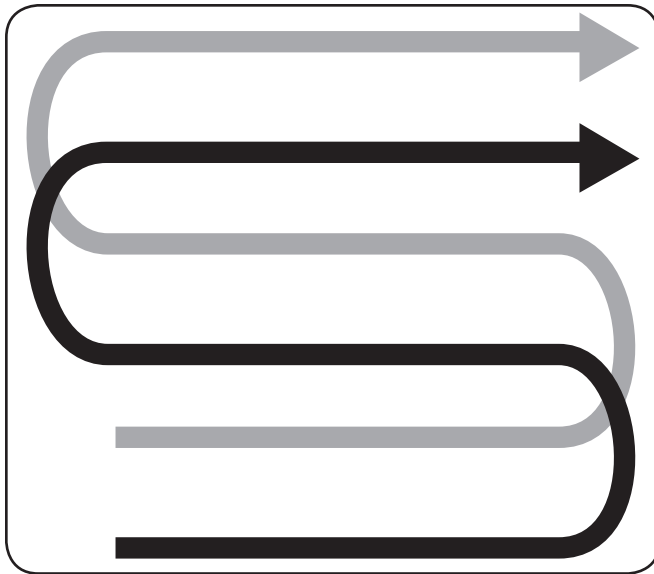

Figure 5-5
- Lorsque vous préparez un lit de semences, effectuez le même passage deux fois sur la première rangée, puis chevauchez les rangées suivantes d'une demi-largeur de motoculteur. Voir Figure 5-5.